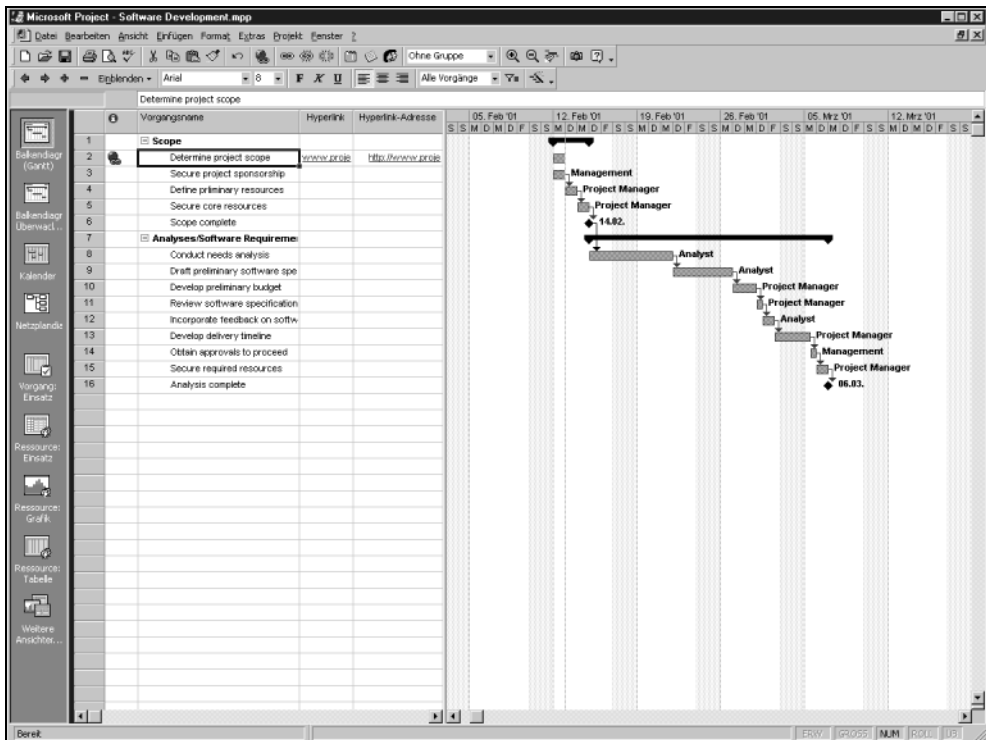

Abbildung 19.21:
1. Wählen Sie einen Vorgang oder eine Ressource, die einen Hyperlink enthält. Aus dem Menü wählen Sie ANSICHT, TABELLE, HYPERLINK. Die Hyperlinktabelle wird angezeigt (siehe Abbildung 19.21).